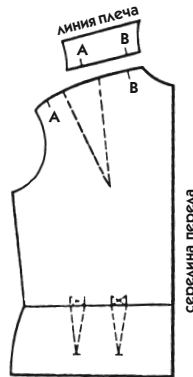

Рис. 481
5. Скопируйте кокетку при закрытой вытачке и нанесите все необходимые обозначения. Направление долевой нити совпадает с краем кокетки, чтобы лучше удерживать сборки (рис. 481).
6. Отрежьте кокетку, откройте вытачку и положите чертеж на плоскость. Проведите слегка выпуклую линию собираемого в сборку среза (рис. 481).
- Для блузки, заправляемой под юбку, можно сделать две или несколько вытачек (см. рис. 481).